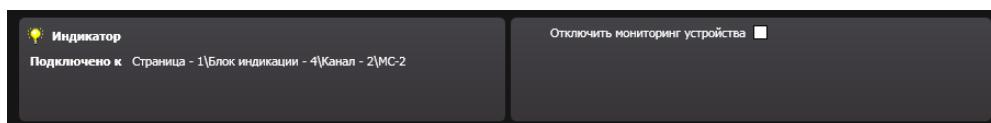

Рисунок 14.3.64 – Свойства адресных устройств Индикатор, Страница
25) При выделенной в рабочей области строке адресного устройства **Индикатор**, подключаемого к устройству **Страница**, которое в свою очередь подключается к устройству **Блок индикации**, поле свойств устройства отображает (Рисунок 14.3.64):